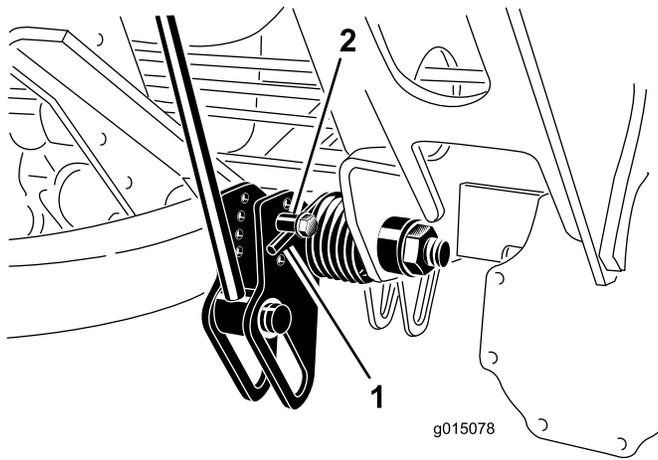

図 41
- 調整作業の最中に、スプリングのテンションが掛からないようにするため、スプリングの長い方の端にパイプなどを通してスプリングの力を殺しておく (図 41)。
- スプリングのテンションをなくしたら、スプリングアクチュエータを固定しているボルトとロックナットを外す (図 41)。